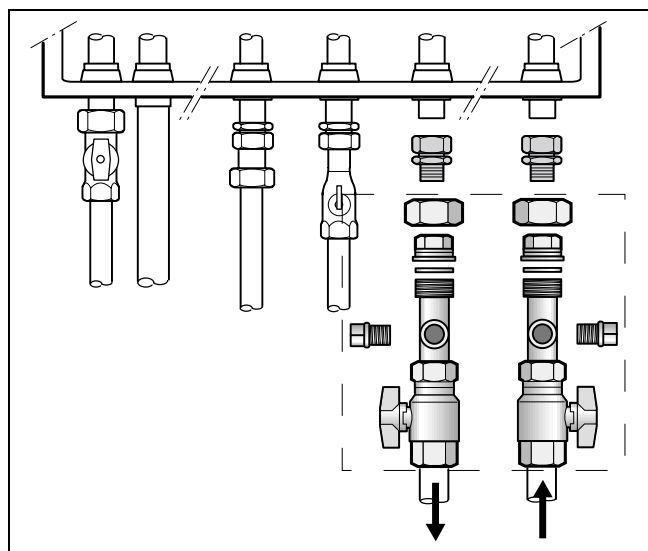

Abb. 4 Heizkreisanschluss (HKA Zubehör) bei Logamax plus GB112-24T25
- Anschlussverschraubung montieren (Abb. 4).